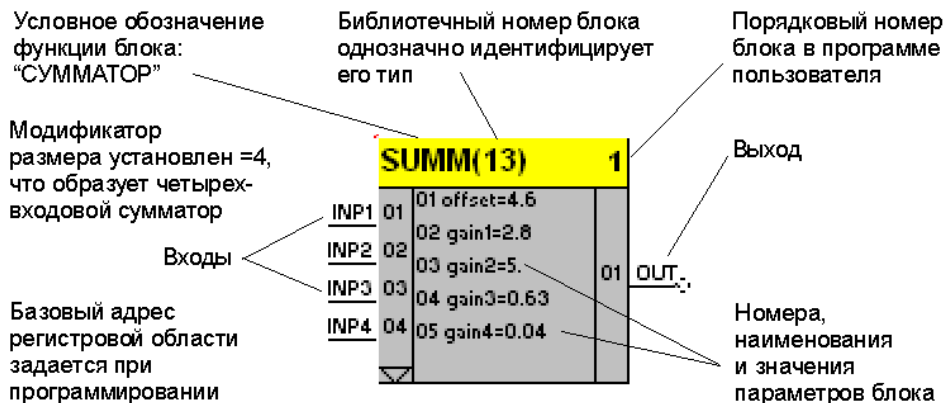

Рисунок 4.2 - Функциональный блок сумматора
**Функциональный блок** - это графическое изображение вызова одной из функций. Графически каждый функциональный блок можно представить в виде прямоугольника (см. рис.4.2), внутри которого имеется обозначение функции, выполняемой блоком. Входы функционального блока соединяются связями с другими блоками. Один или несколько функциональных блоков соединенные связями между собой, образуют программу на языке FBD.
Так, например, на рис.4.2, на вход сумматора поступает 4 сигнала. Эти сигналы суммируются с учетом соответствующих масштабных коэффициентов, которые указаны в параметрах, добавляется смещение и результирующий сигнал поступает на выход функционального блока.
Таким образом, на выходе функционального блока сумматора формируется сигнал, который зависит от входных сигналов и установленных параметров и для примера на рис. 4.2, может быть представлен математической зависимостью: